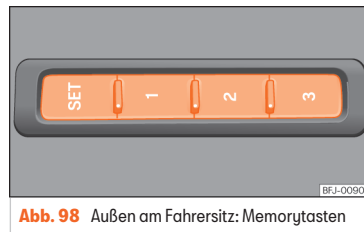

Abb. 98 Außen am Fahrersitz: Memorytasten
- Taste **SET** länger als 1 Sekunde drücken >>> (Abb. 98).